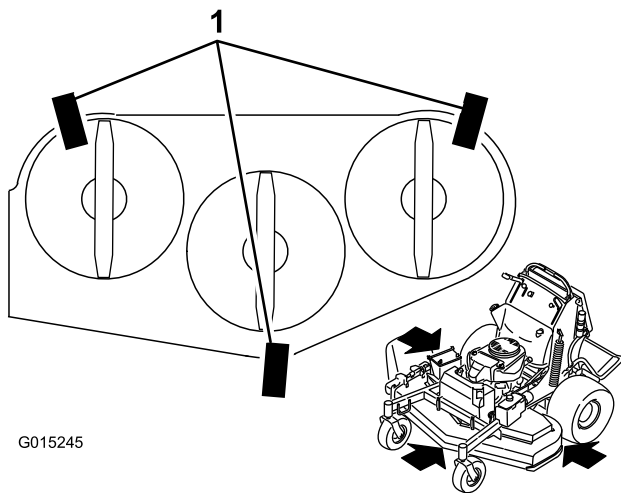

Figure 89
1. Placez 3 cales de 2x4 sous le tablier de coupe comme illustré à la Figure 89. Disposez les cales de 2x4 à 10 cm (4") d'intervalle.